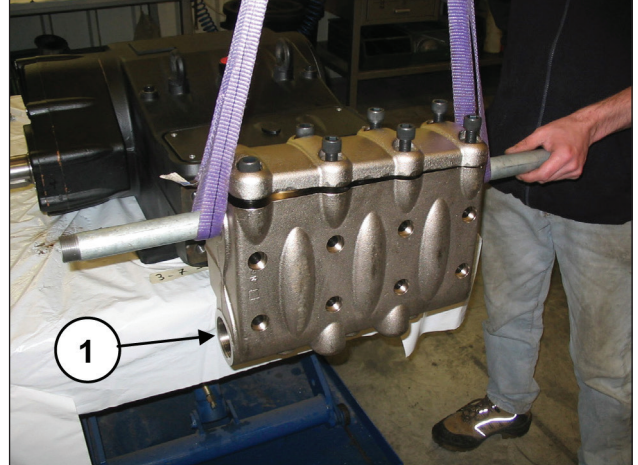
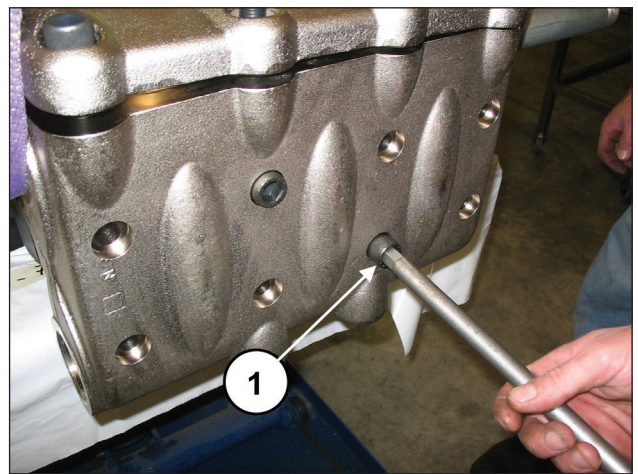

Fig. 117
Fig. 118
Monter la tête hydraulique sur le carter de pompe (rep. ①, Fig. 117) en prenant garde de ne pas heurter les pistons et visser les 8 vis M16x180 (rep. ①, Fig. 118).
**Serrer les 8 vis M16x180 en partant des 4 vis internes et en les croisant (voir Fig. 117), puis passer aux 4 vis externes, toujours en croix.**